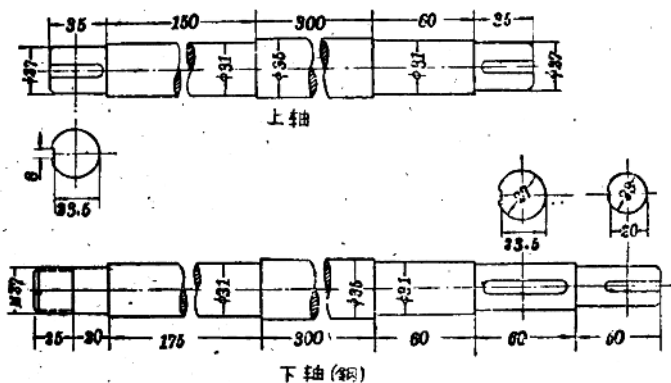
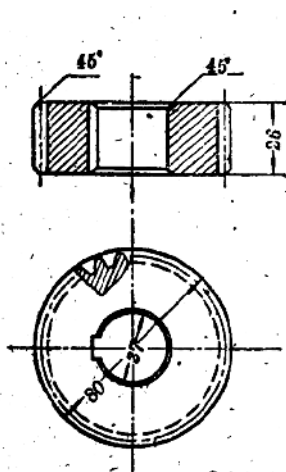
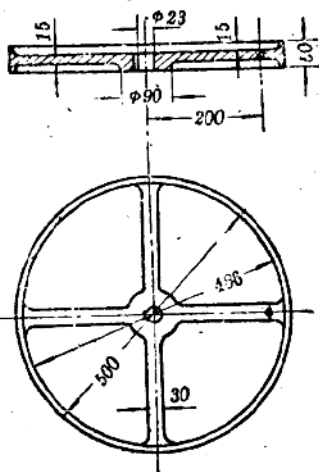
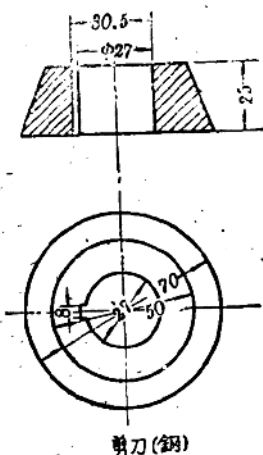

图 1-2 轴
图 1-3 齿轮
图 1-4 手轮
图 1-5 剪刀
1. 传动机构：有两根互相平行的轴（图1-2），在刀口相切时两轴心相距70毫米，每根轴上有一个齿轮（图1-3），两个等速齿轮啮合，下轴上有一手轮（图1-4），人工操纵手轮带动下轴旋转，通过齿轮带动上轴旋转，每个轴的另一端带有一圆形刀，如图1-5，由轴转动带动刀转动，将铁片切断。